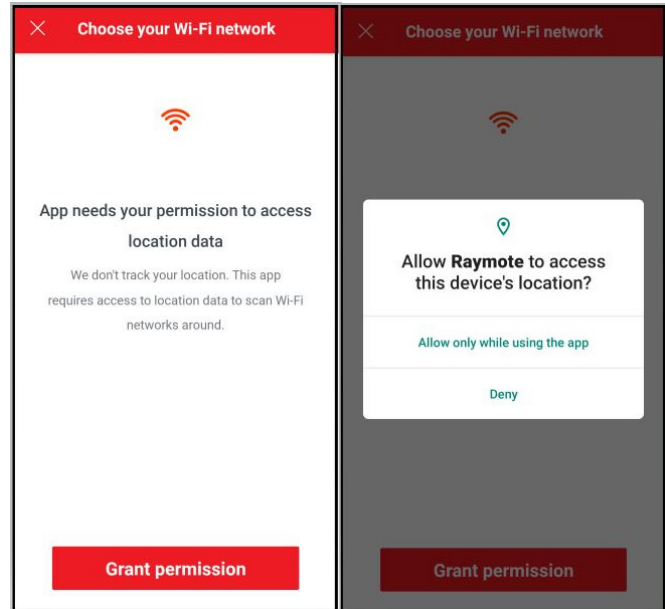

Figure 86. Accorder permissions
**NOTE:** lors de la première installation sur un téléphone, l'application Raymote demande d'autoriser l'accès aux données. Voir Figure 86.